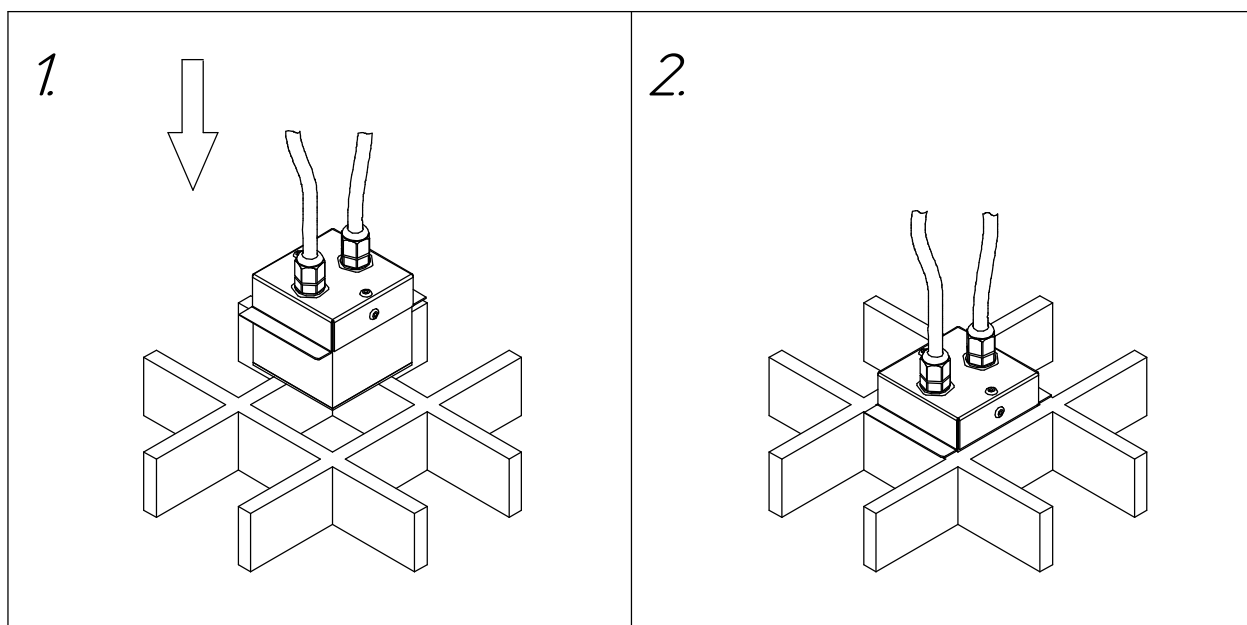

Рисунок 4 - Схема установки светильников ДВО33 Horizon Cube IP54 GR75-10
5.3 Снимите с рассеивателя светильника защитную пленку и установите светильник на опорную поверхность (см. рисунок 4). Расстояние между основным и подвесным потолком должно составлять не менее 120 мм. Расстояние между корпусами светильника составляет 900 мм.